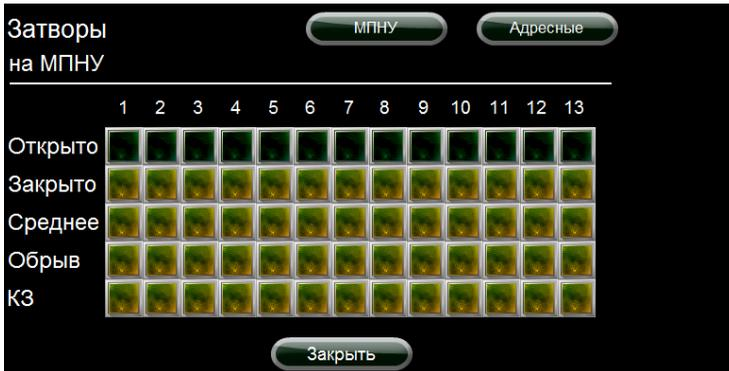

Рисунок 4 – Окно «Затворы поворотные»
8.6 Кнопка «Затворы» позволяет перейти в окно состояния устройств контроля положения (рис. 4).